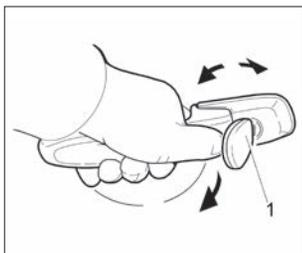

Рис. 3. Открывание двери
**Передние двери** блокируются: снаружи – ключом **1** (рис. 3) или (**в варианном исполнении**) пультом дистанционного управления; изнутри – нажатием на кнопку блокировки **1** («утапливанием») (рис. 4а, 5а) в двери или (**в варианном исполнении**) кнопкой  в модуле двери водителя (рис. 6б). Блокировать замок можно только при закрытых дверях.